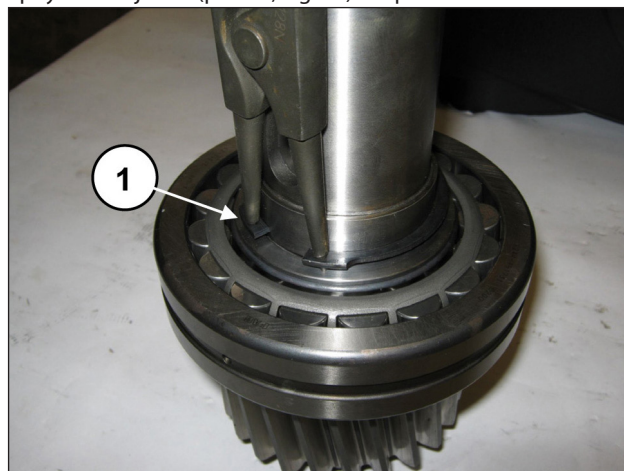
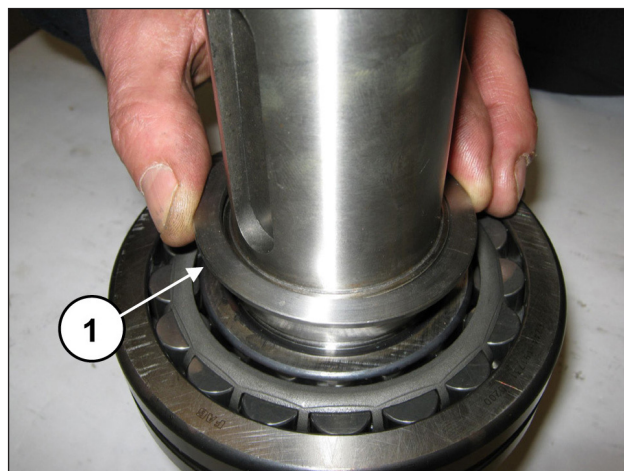

Fig. 9
Fig. 10
Desmontar la anilla seeger Ø55 (pos. ①, Fig. 9) y la anilla de apoyo del cojinete (pos. ①, Fig. 10) del piñón.